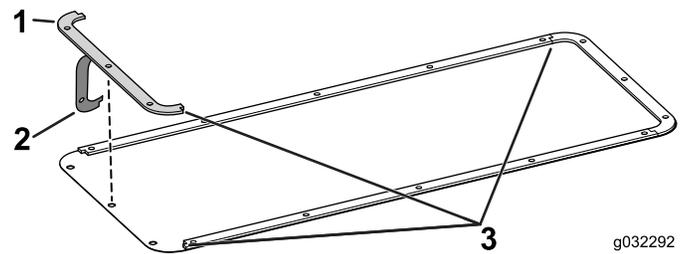

Figura 4
**Nota:** Asegúrese de que los orificios de las juntas están alineados con los orificios de la tapa y que las juntas encajen entre sí una vez colocadas (Figura 4)
3. Retire el papel protector del adhesivo de la junta y adhiera la junta a la tapa (Figura 4).